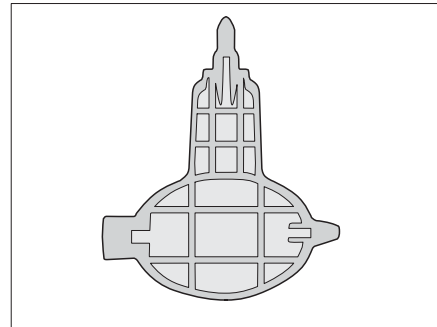

Fig. 290 Llave para el sifón (solo Alpa)
- ▷ El modelo Alpa incluye una llave (Fig. 290) para soltar el sifón.